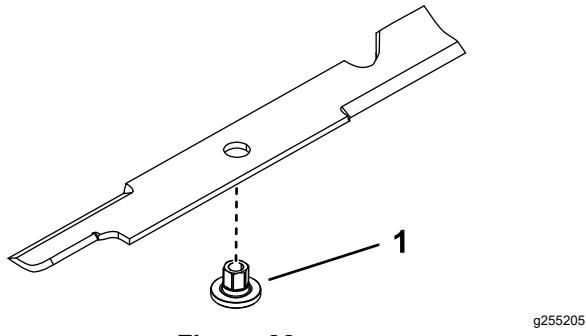

Figura 82
1. Instale el buje a través de la cuchilla con la brida del buje en el lado inferior (lado del césped) de la cuchilla (Figura 82).